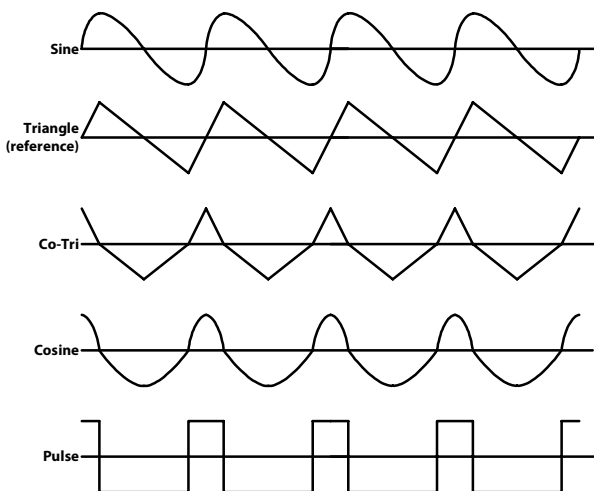

Abb. 5a Der Slope Effekt (Regler 9 (27) - linksseitig)
Mit dem **Regler (9)** bzw. mit der **CV-Buchse (8)** wird das Anstiegs-zu-Abstiegs-Verhältnis der Dreiecksspannung beeinflusst, d.h. also das zeitliche Verhältnis zwischen der Anstiegsphase und der Abstiegsphase des Dreiecksignals, wobei die Frequenz konstant bleibt - im Idealfall. Aufgrund von Bauteiltoleranzen und Parameterstreuungen kann es zu leichten Frequenzverschiebungen im Bereich von ein paar wenigen Prozent kommen. **Abb. 5a und 5b** zeigt nun wie sich die Wellenformen mit der Slope Funktion ändern. Wenn der **Regler (9) in der Mitte** steht, wird ein Spannungshub an **CV-Buchse (8)** von ± 5 V benötigt, um denselben Bereich (-5 V fallendes - +5 V steigendes Sägezahn) zu durchfahren. Die Co-Dreieck- und die Cosinusfunktion verändern sich vielleicht überraschend, was daran liegt, dass sie durch Versetzungen der An- und Abstiegsphasen aus dem Ursprungsdreiecksignal neukonstruiert wurden. Die kürzeste Anstiegs- bzw. Abfallzeit des Dreiecksignals (Verformung zum Sägezahn) liegt bei weniger als 25 μ s, woraus sich auch die maximale Oszillatorfrequenz von etwas mehr als 20 kHz ergibt. In diesem Fall bleibt nur noch ein vom Slope-Wert unabhängiges symmetrisches Dreieck/Sinus-Signal übrig.